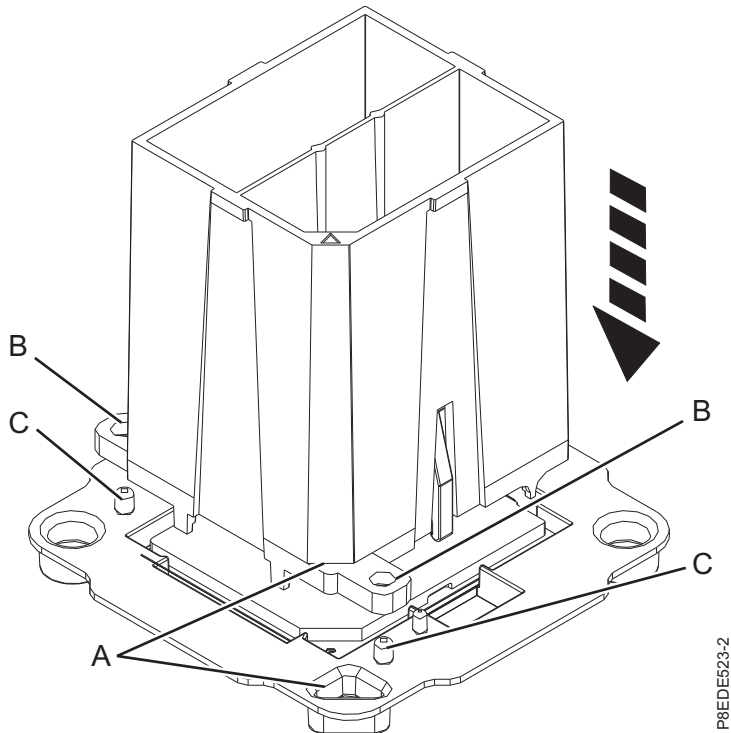
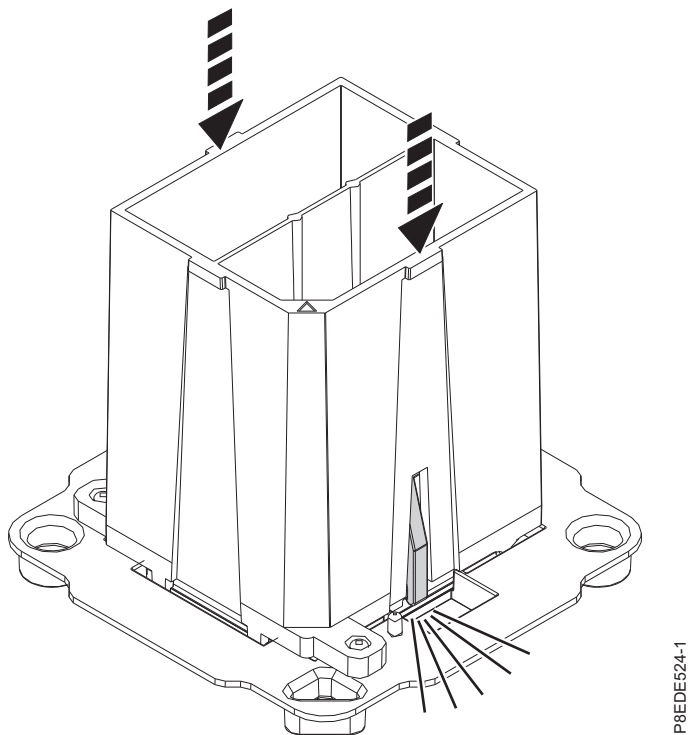

Figura 33. Preparación de la instalación del módulo del procesador del sistema
Figura 34. Cómo encajar el módulo del procesador del sistema en la herramienta
- a. Extraiga el módulo del procesador de repuesto de la bandeja de envío. Utilizando la herramienta de extracción suministrada, alinee la esquina biselada (**A**) de la herramienta sobre la esquina biselada del módulo, como se muestra en la Figura 33 en la página 34.
- b. Baje la herramienta sobre el módulo del procesador del sistema, asegurándose de que las dos patillas de guía (**C**) se inserten en los orificios de alineación (**B**) en cada lado de la herramienta, como se muestra en la Figura 33 en la página 34. A continuación, empuje la herramienta para encajar el módulo del procesador del sistema en ella, como se muestra en la Figura 34 en la página 34. No presione las pestañas de sujeción azules hasta que así se le indique más adelante.